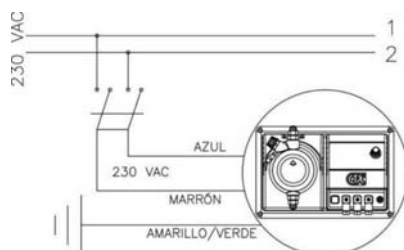

Fig. 4
1. Asegurarse que la misma esté desactivada eléctricamente (por ambas polaridades), desconectando los conductores de los puntos de contacto de la red a través de la apertura del interruptor omnipolar con una distancia mínima entre los contactos de 3 mm (Fig. 4).
- b. - Respetar las normas en vigor en los diferentes países por lo que se refiere a la instalación eléctrica (Fig. 4). **Si el cable de alimentación no está dotado de enchufe eléctrico, el equipo debe quedar conectado con la red de alimentación utilizando un interruptor onnipolar seccionador que tenga una distancia mínima entre los contactos de 3 mm. antes de tener acceso a los dispositivos de conexión todos los circuitos deben estar interrumpidos.**